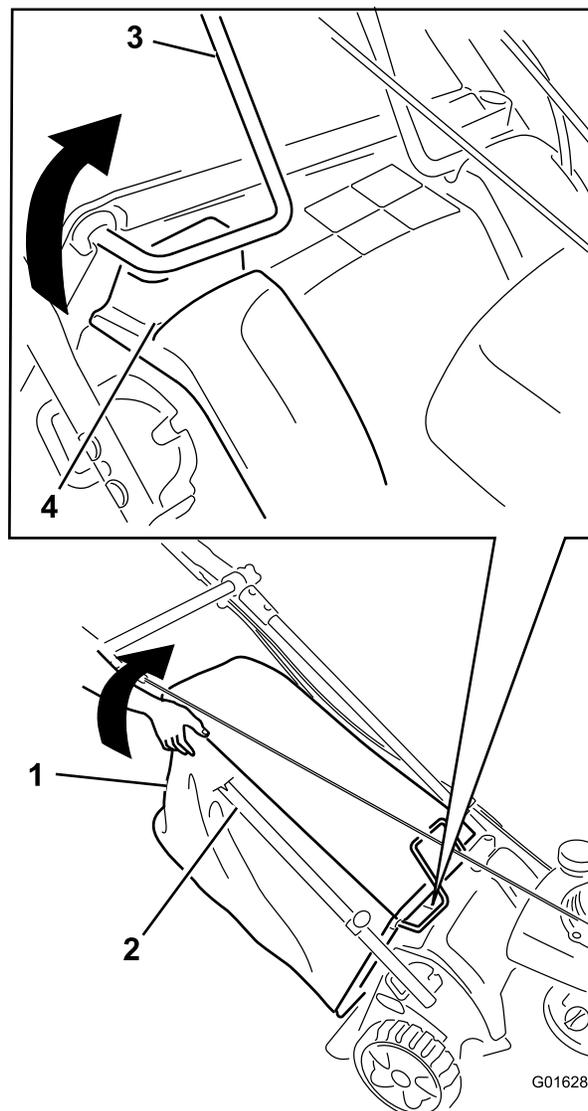

Рисунок 50
5. При работающем двигателе поднимите верхний правый задний угол мешка для травы так, чтобы проволочный каркас мешка в верхней правой передней части мешка полностью вышел из правого проема (Рисунок 50). **Двигатель должен остановиться.**